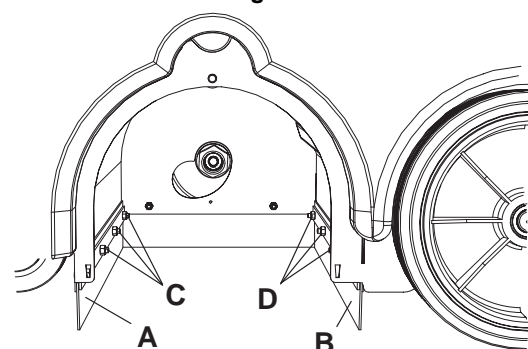

Figure 21
14. Contrôler l'intégrité des volets avant (A, Fig. 21) et arrière (B).